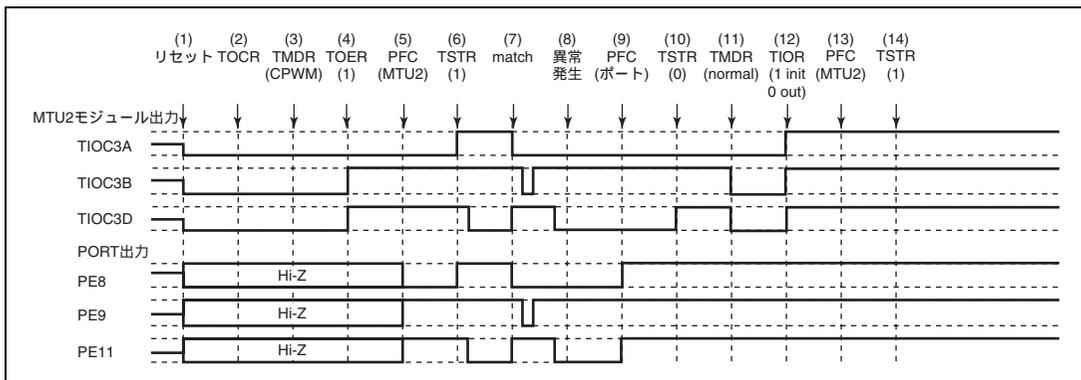

図 11.135 相補 PWM モードで異常が発生し、ノーマルモードで復帰する場合
相補 PWM モードで異常が発生し、再設定後ノーマルモードで再スタートする場合の説明図を図 11.135 に示します。
- (1) ~ (10) は図 11.135 と共通です。
- (11) PWM モード 1 を設定してください (MTU2 出力はローレベルとなります)。
- (12) TIOR で端子を初期化してください (PWM モード 1 では TIOC\*B 側は初期化されません)。
- (13) PFC で MTU2 出力としてください。
- (14) TSTR で再スタートします。
(23) 相補 PWM モードで動作中に異常が発生し、相補 PWM モードで再スタートする場合の動作
- (11) PFC で MTU2 出力としてください。
- (12) TSTR で再スタートします。
- (13) コンペアマッチの発生により相補 PWM 波形を出力します。
(24) 相補 PWM モードで動作中に異常が発生し、相補 PWM モードで新たに再スタートする場合の動作
(1) ~ (10) は図 11.135 と共通です。
(11) ノーマルモードを設定し新しい設定値を設定してください (MTU2 出力はローレベルとなります)。
(12) TOER でチャンネル 3、4 の出力を禁止してください。
(13) TOCR で相補 PWM モードの出力レベルと周期出力の許可禁止を選択してください。
(14) 相補 PWM を設定します。
(15) TOER でチャンネル 3、4 の出力を許可してください。
(16) PFC で MTU2 出力としてください。
(17) TSTR で再スタートします。
(25) 相補 PWM モードで動作中に異常が発生し、リセット同期 PWM モードで再スタートする場合の動作
- (11) ノーマルモードを設定してください (MTU2 出力はローレベルとなります)。
- (12) TOER でチャンネル 3、4 の出力を禁止してください。
- (13) TOCR でリセット同期 PWM モードの出力レベルと周期出力の許可禁止を選択してください。
- (14) リセット同期 PWM を設定します。
- (15) TOER でチャンネル 3、4 の出力を許可してください。
- (16) PFC で MTU2 出力としてください。
- (17) TSTR で再スタートします。
(26) リセット同期 PWM モードで動作中に異常が発生し、ノーマルモードで再スタートする場合の動作